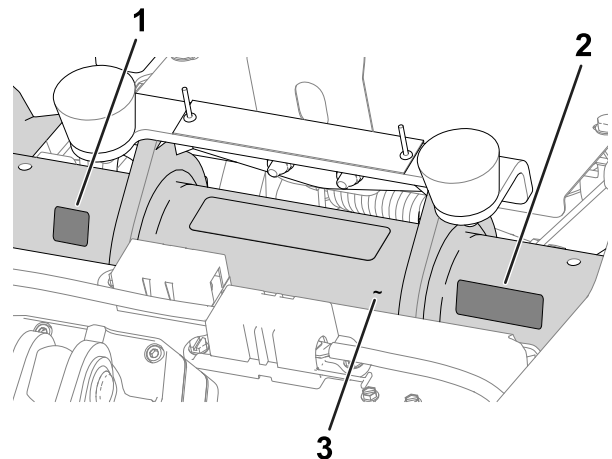

Figura 13
- **Pegatina del año de fabricación y pegatina con marca CE:** aplique las pegatinas del tubo del bastidor debajo del asiento y la placa del número de serie; consulte la Figura 13.